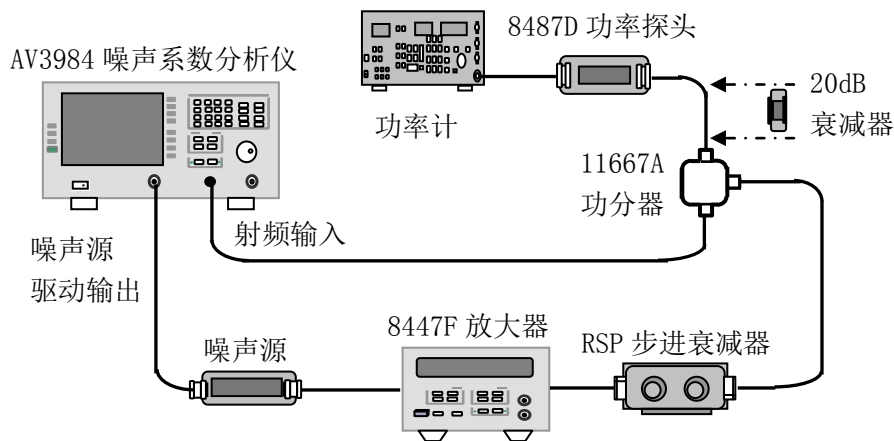

图 10-5 增益测量范围和测量不确定度测试框图
当), 如图 10-5 连接仪器。
- 10) 图 10-5 连接方式和测量设置条件不变, 再次校准测试系统, 按**校准**键两次。